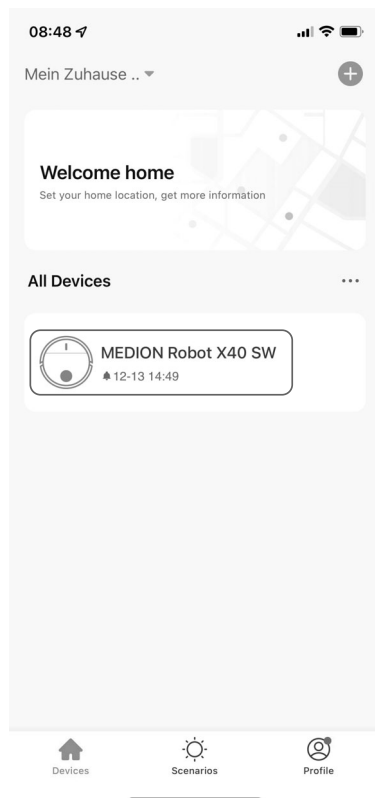

Fig. 13
- Ahora también tiene la posibilidad de cambiar el nombre de su robot aspirador. A continuación, puede seleccionar el aparato en la lista de aparatos (**fig. 13**).